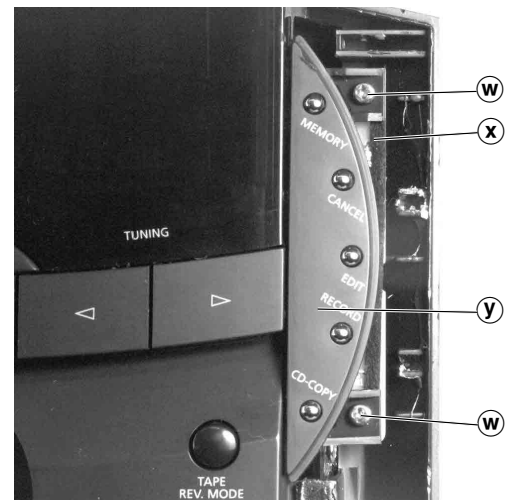
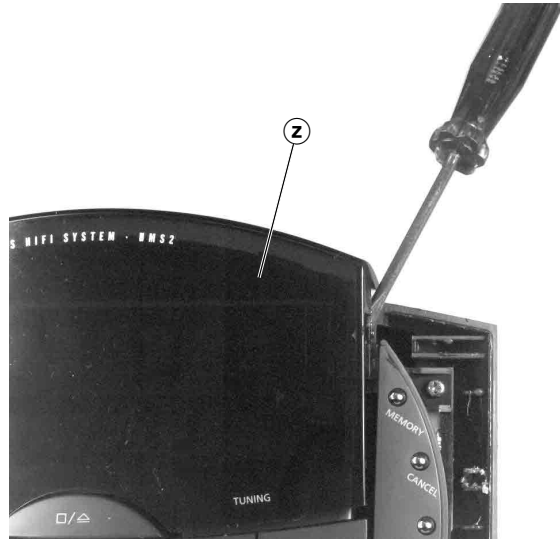

Fig. 17
Fig. 18
- 2 Schrauben (W) herausdrehen (Fig. 17).
- Tastenplatte (X) mit Tastenabdeckung (Y) herausnehmen.
- Vorsichtig die **aufgeklebte** Displayabdeckung (Z) mit einem Schraubendreher abhebeln (Fig. 18).
- Undo 2 screws (W) (Fig. 17).
- Take out the keyboard PCB (X) with the keyboard cover (Y).
- Lift off the **glued** display cover (Z) carefully with a screw driver (Fig. 18).